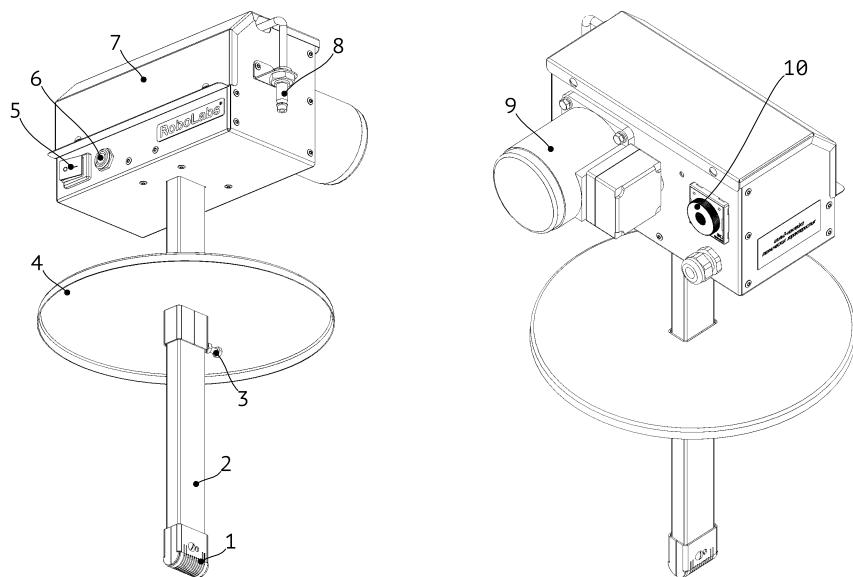

Рисунок 1
Основные компоненты изделия представлены на Рис. 1:
3. Установите кнопку включения изделия в положение (I).
5. Нажмите кнопку подачи масла на изделии (Рис. 1, поз. 6), убедитесь, что масло подаётся через трубку подачи масла.
7. Установите кнопку включения изделия в положение (0).